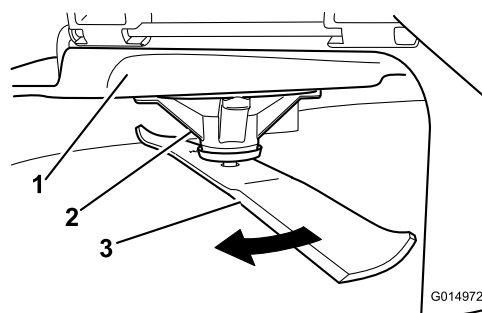

Bild 56
2. Tragen Sie dicke Handschuhe oder andere angemessene Handschuhe und drehen Sie das Messer langsam in eine Stellung, in der das Messen des Abstands zwischen der Schnittkante und der ebenen Fläche der Maschine möglich ist (Bild 56).